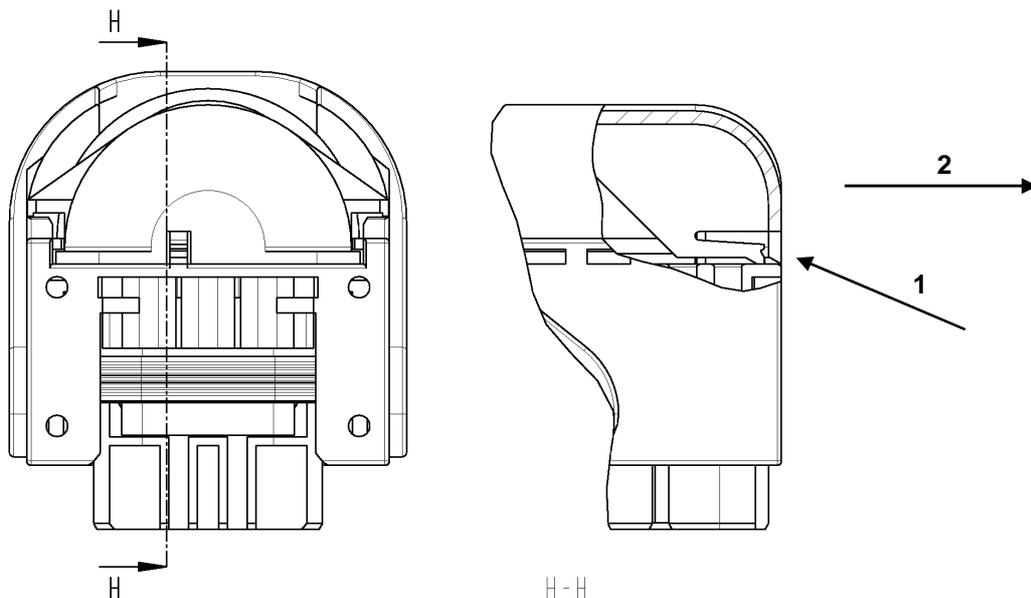

Abb. 15: Entrasten für Kappe 90°
Bei Abdeckkappe mit 90° Version wird mit einem Schraubendreher 1.8x0.4 an der in Abbildung 15 gezeigten Stelle (1) durch auslenken des Rasthakens entriegelt und in eine Richtung vom Gehäuse geschoben (2).